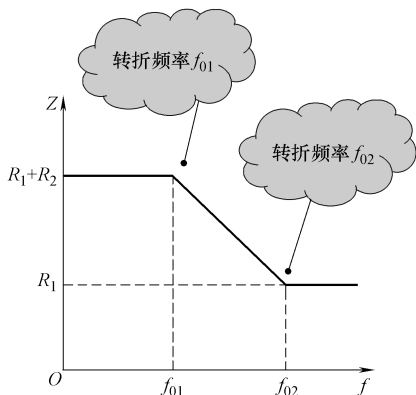

图 9-47 RC 串并联电路阻抗特性及转折频率示意图
1) 阻抗特性及转折频率。如图 9-47 所示是 RC 串并联电路阻抗特性及转折频率示意图, 这一电路存在两个转折频率  $f_{01}$  和  $f_{02}$ , 这两个转折频率由下列公式决定: